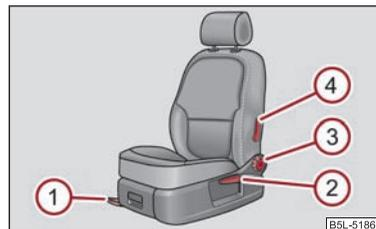

Fig. 55 Comandi nel sedile
- Tirare verso l'alto la leva ① ⇒ fig. 55 e spingere contemporaneamente il sedile nella posizione desiderata.
- Rilasciare la leva ① e spingere il sedile fino ad innestare il fermo in modo percepibile.